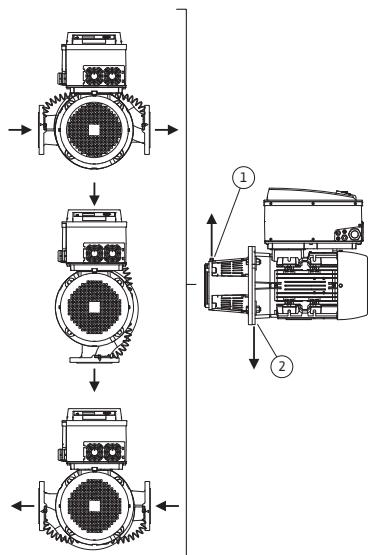
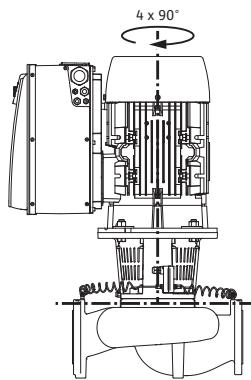

Fig. 18: Zulässige Einbaulagen mit horizontaler Motorwelle
Fig. 19: Zulässige Einbaulagen mit vertikaler Motorwelle
Die zulässigen Einbaulagen mit horizontaler Motorwelle und Elektronikmodul nach oben (0°) sind in Fig. 18 dargestellt. Nicht abgebildet sind die zulässigen Einbaulagen mit seitlich montiertem Elektronikmodul ($+/- 90^\circ$). Jede Einbaulage außer „Elektronikmodul nach unten“ (-180°) ist zulässig. Die Entlüftung der Pumpe ist nur gewährleistet, wenn das Entlüftungsventil nach oben zeigt (Fig. 18, Pos. 1). Nur in dieser Position (0°) kann anfallendes Kondensat gezielt über vorhandene Bohrungen, Pumpenlaterne sowie Motor (Fig. 18, Pos. 2) abgeführt werden. Dafür den Stopfen am Motorflansch entfernen.
Die zulässigen Einbaulagen mit vertikaler Motorwelle sind in Fig. 19 dargestellt. Jede Einbaulage außer „Motor nach unten“ ist zulässig.
- Das Entlüftungsventil an der Laterne (Fig. 6, Pos. 1.31) muss bei horizontaler Motorwelle immer nach oben zeigen (Fig. 6a: und Fig. 6b:). Bei vertikaler Motorwelle ist jede Orientierung zulässig. Siehe hierzu auch Fig. 18: „Zulässige Einbaulagen mit horizontaler Motorwelle“ auf Seite 27 bzw. Fig. 19: „Zulässige Einbaulagen mit vertikaler Motorwelle“ auf Seite 27.
- Bei horizontaler Motorwelle ist die Lage der Kondensatbohrung nach unten erforderlich (Fig. 18, Pos.2). Gegebenenfalls muss der Motor entsprechend gedreht werden.